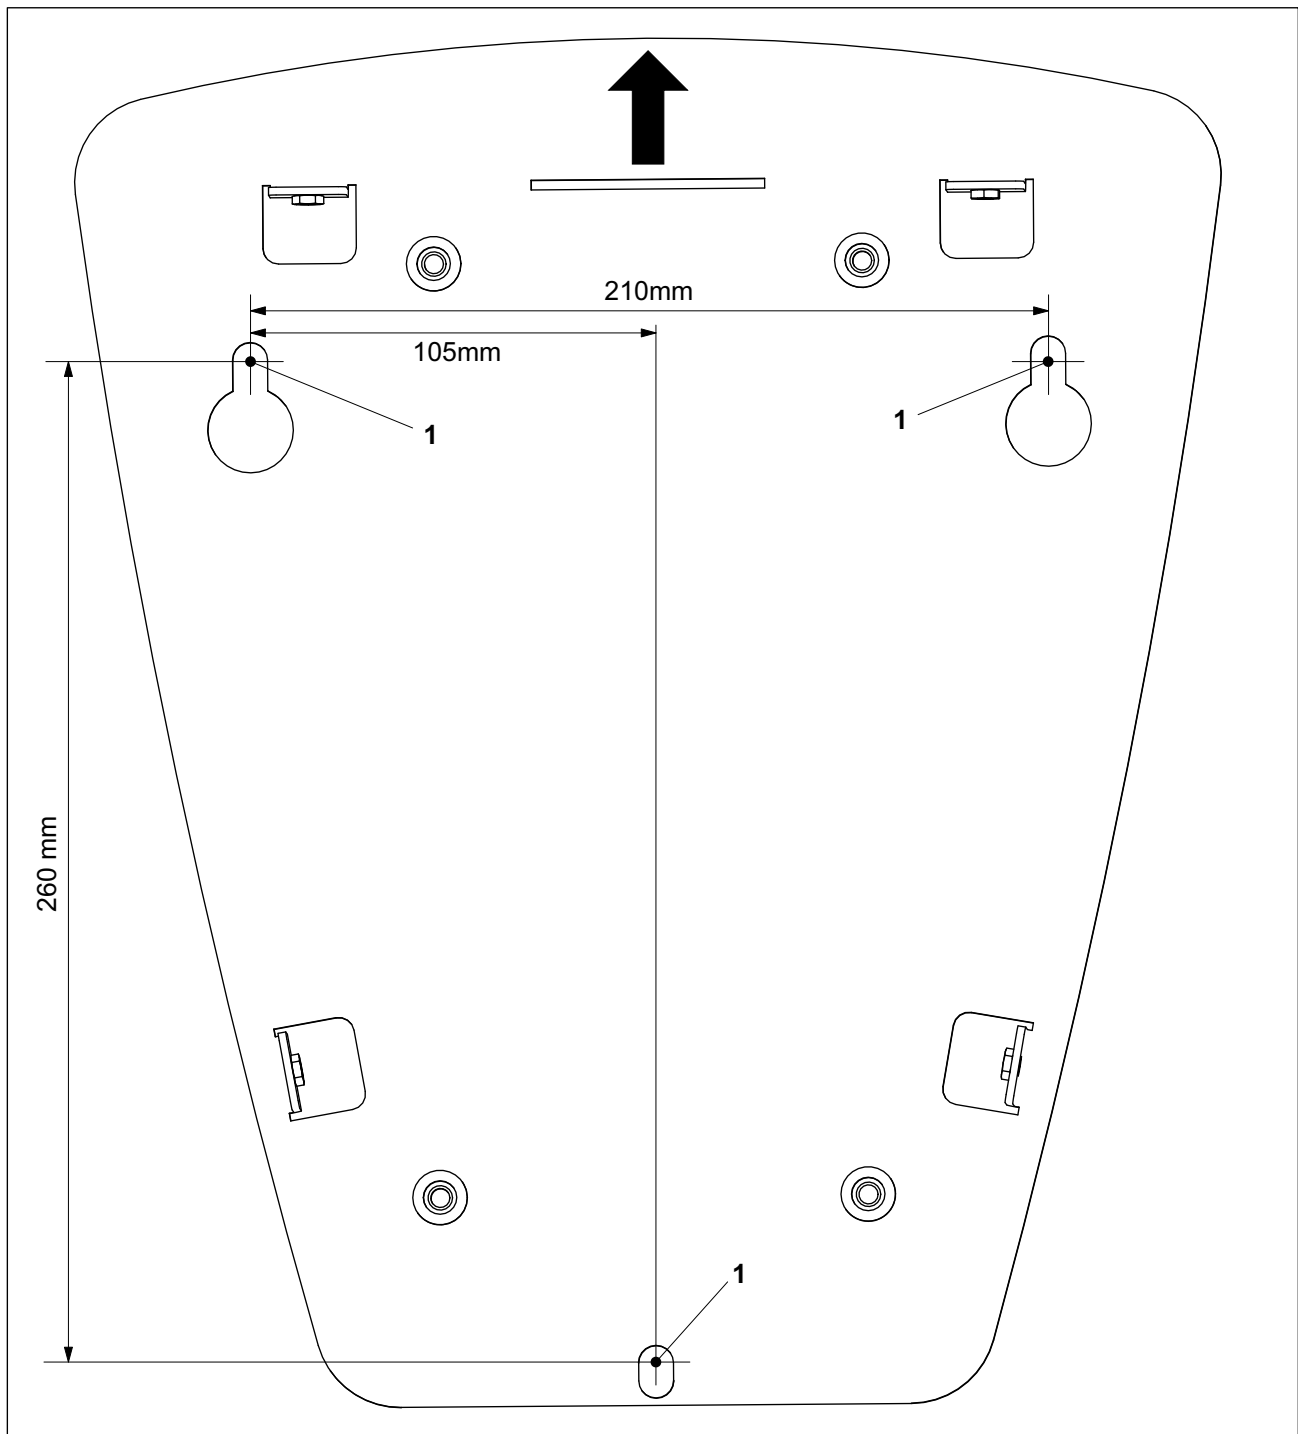

Abb. 1 Bohrplan der Wallbox Home Eco
1. Die drei Befestigungsbohrungen (Abb. 1/1) laut Bohrplan anzeichnen.